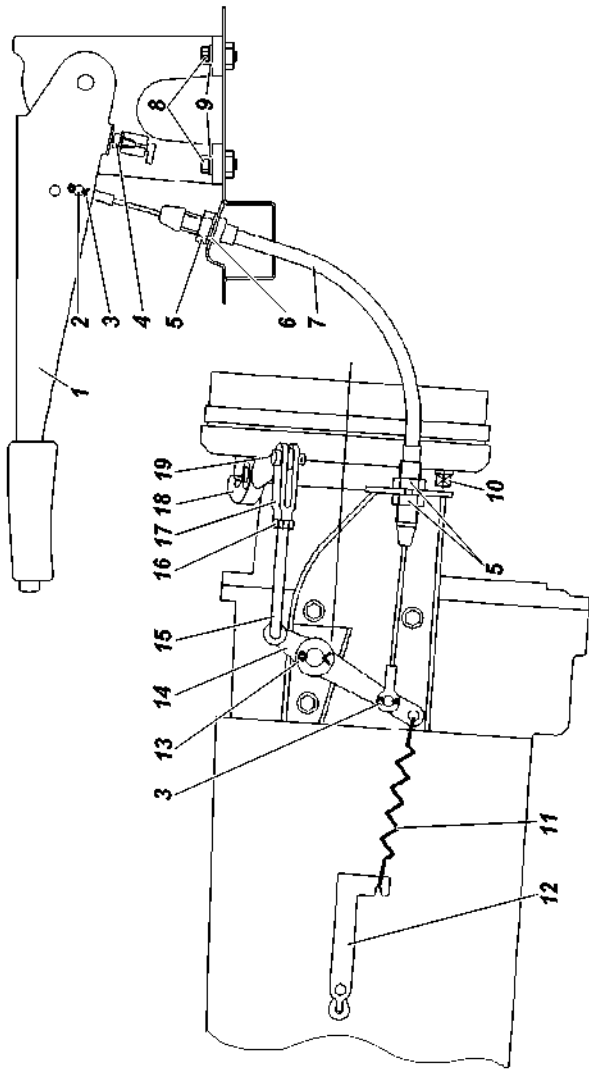

Рис. 9.29. Привод стояночного тормозного механизма:
2. Переместите рычаг стояночного тормоза 1 (рис. 9.29) в крайнее нижнее положение.